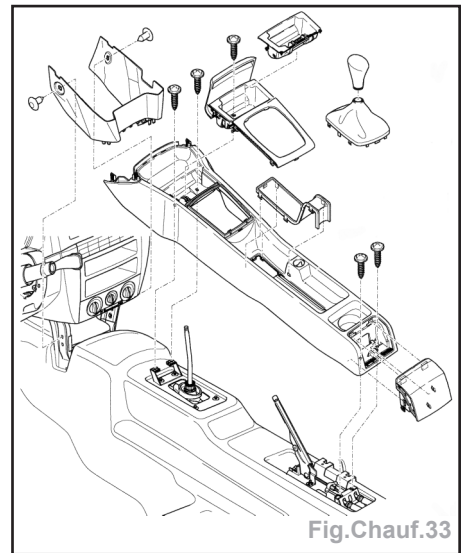

Fig.Chauf.33
- Déposer la console centrale (Fig.Chauf.33).